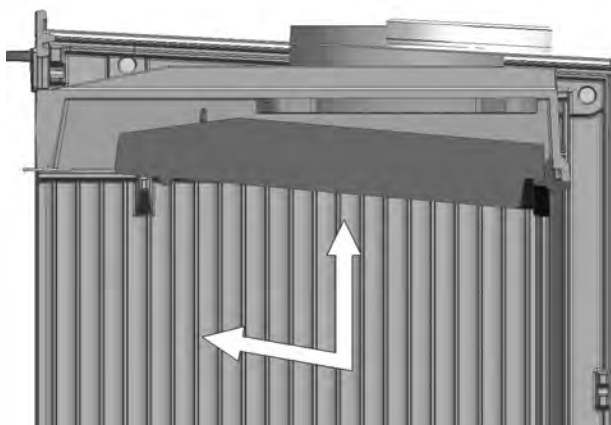

Fig. 1
1. A – Deslizar a placa defletores para a frente e para cima até retirar os pivôs dos laterais dos alojamentos do próprio deflector (Fig.1)